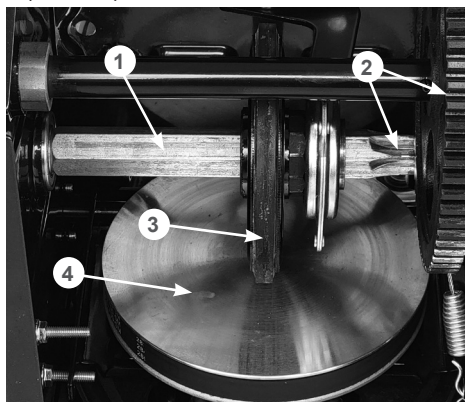

Рис. 34 Обслуживание трансмиссии
Если при нажатом рычаге включения хода снегоотбрасыватель не движется или при нажатии на рычаг включения хода слышны посторонние звуки, а регулировка длины троса включения хода не позволяет устранить проблему, возможно, фрикционное колесо 3 (Рис. 34) полностью износилось и его необходимо заменить.
4. Нанесите универсальную низкотемпературную смазку CHAMPION EP-0 тонким слоем на шестигранный вал 1 фрикционного колеса и зубья шестерни 2 (Рис. 34).
Не допускайте попадания смазки на резиновое фрикционное колесо 3 и ведущий диск 4 (Рис. 34).
5. Проверьте состояние фрикционного колеса 3 (Рис. 34). Если высота резинового кольца относительно фрикционного колеса 2 мм и менее, если на резиновом кольце имеются повреждения и разрывы, фрикционное колесо необходимо заменить.